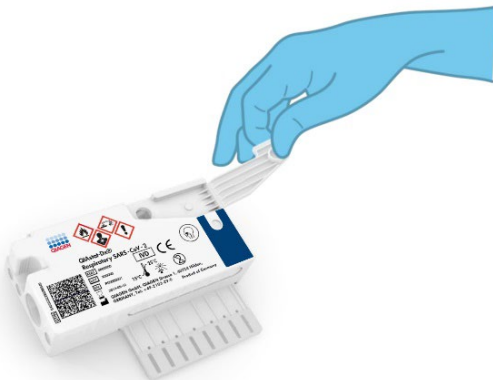

Figura 39. Deschiderea capacului probei aferent orificiului principal.
- Deschideți capacul probei aferent orificiului principal din partea din față a QIAstat-Dx Respiratory SARS-CoV-2 Panel Cartridge (Figura 39).